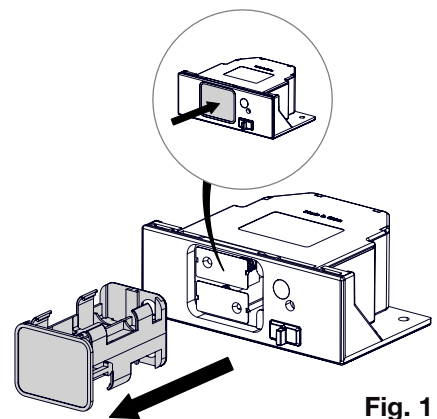

Fig. 1
- Ouvrez le compartiment de la pile du récepteur en appuyant dessus; il se libérera et ressortira (**Fig. 1**).